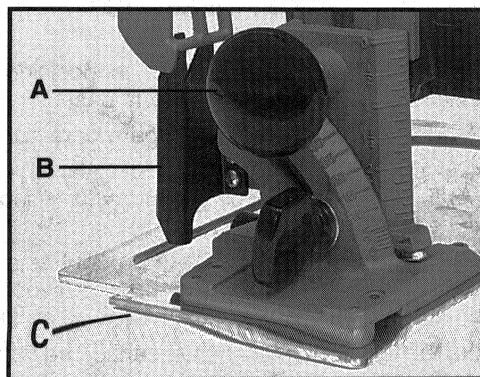

Fig. 4
2. Agarre el mango (empuñadura) superior de la sierra. Afloje la perilla auxiliar/ajuste de profundidad (A) Fig. 4, y baje la base (C) para disminuir la profundidad de corte o levante la base (C) para aumentar la profundidad de corte. Apriete bien la perilla (A) a la profundidad de corte deseada.
Su sierra de Porter-Cable viene con un protector auxiliar (B) Fig. 4, de disco.